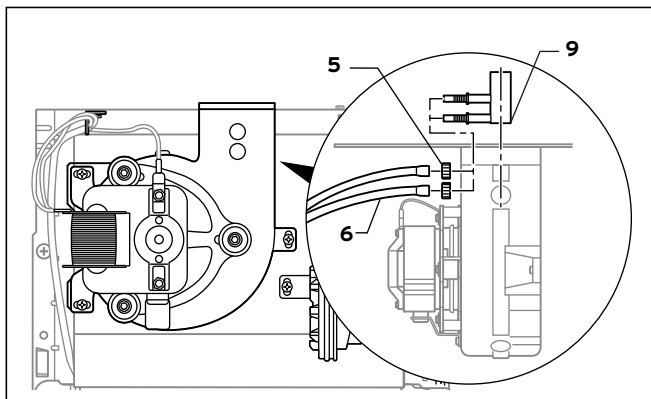

Fig. 7.7 Montaggio del punto di misura
- Montare il punto di misura e l'anello riduttore nel nuovo ventilatore. Attenzione alla posizione di montaggio del punto di misura (Fig. 7.7).